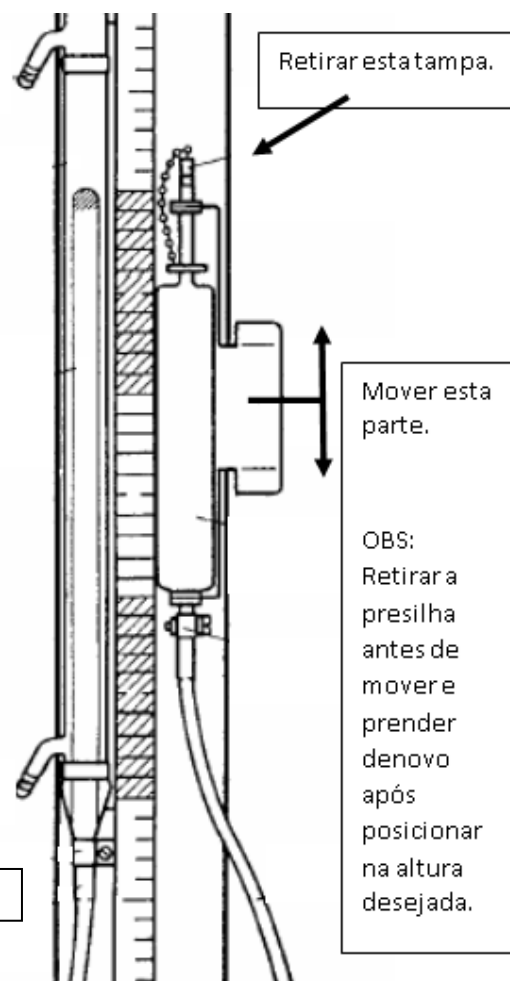

Figura 4 – Montagem experimental.
- 4 – Retire a tampa do lado direito do tubo (como mostrado na figura 4).
- 5 – Varie a altura do lado direito do manômetro (como na figura 4), obtendo valores para **h** e o correspondente para **a**.
4 – Retire a tampa do lado direito do tubo (como mostrado na figura 4).